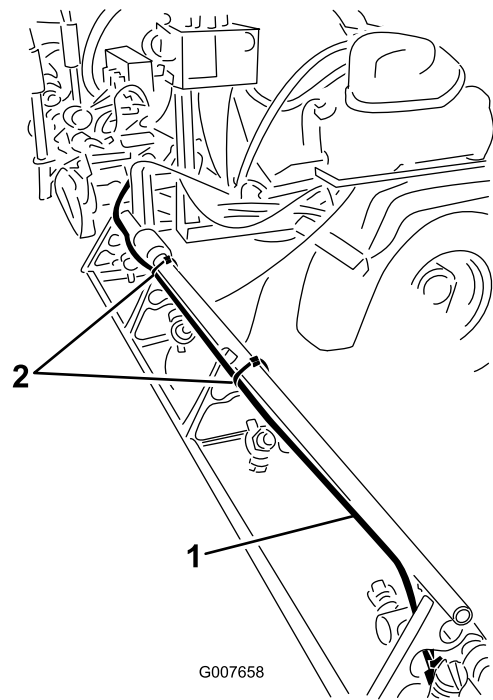

图14
- 如图14所示沿外部喷洒臂段上撑杆的后侧安装管子总成。
- 如图14所示用扎带将管子总成固定到外部喷洒臂段。